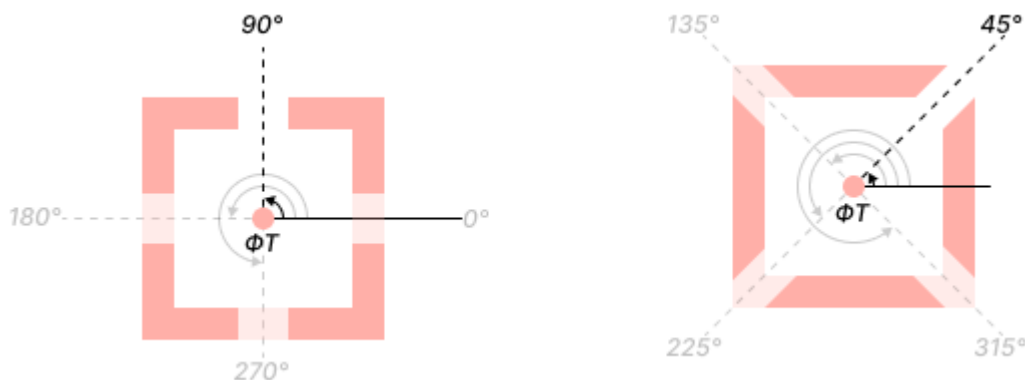

Рис. 204 Построение спиц термобарьера
- Угол наклона спицы – значение угла, под которым строится первая спица, относительно оси X против часовой стрелки. Значение может быть задано в диапазоне 0 – 359° с шагом 1°, см. Рис. 204.